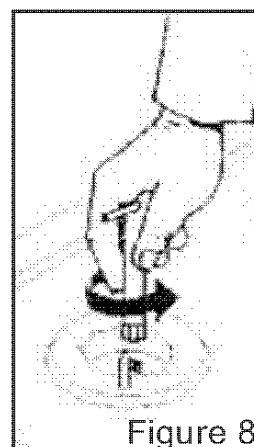

Figure 8
Le technicien devra installer un tuyau à embout mécanique (TFEM) suivant la norme NF D 36107 et brancher la cuisinière selon les normes en vigueur (voir fig. 8)
- Dévissez les injecteurs. (voir fig.8)